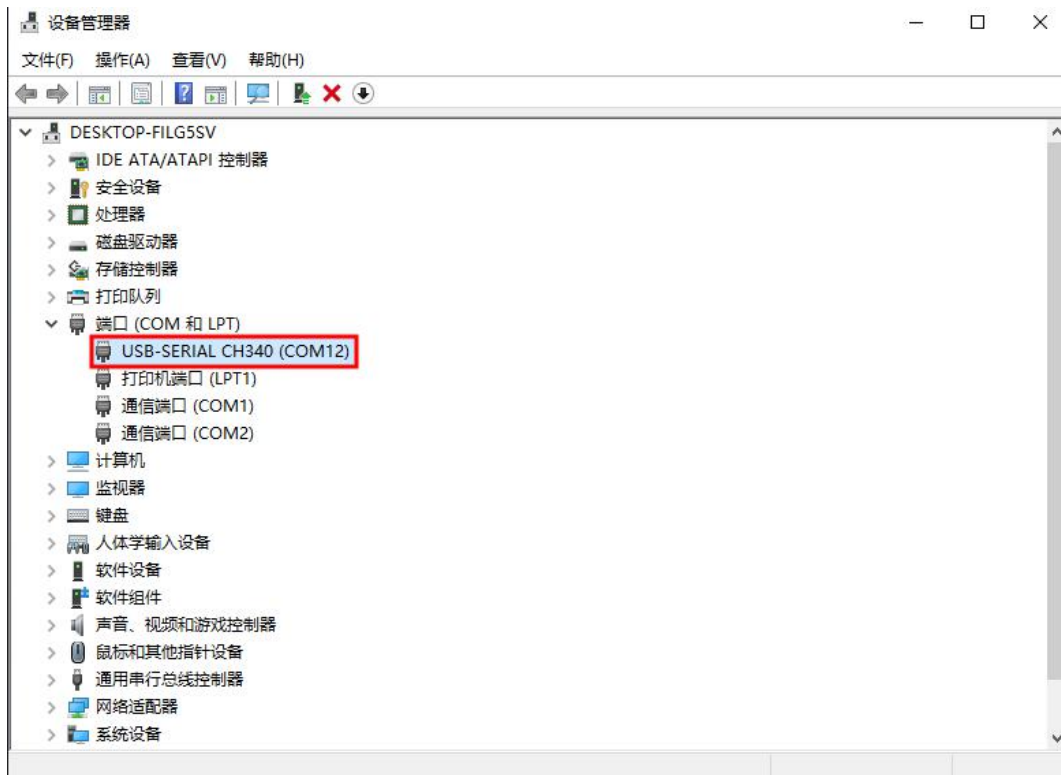

图 4-1
4.1 安装产品资料中的 CH340 驱动，给设备通电，将设备用 USB 线与电脑连接后即可在计算机的设备管理器端口选项找到 TP2360V1 设备对应的 com 口，如图 4-1 所示：